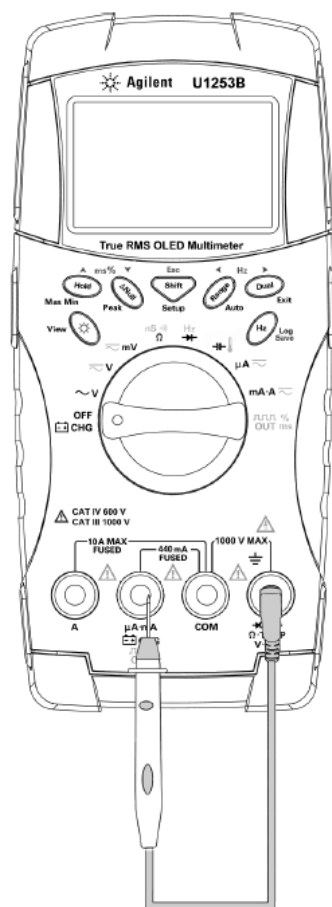

图 5-8 保险丝检查过程
- 3 要测试保险丝 1，请将测试探针尖放在输入端子  的右半部分上。确保探针尖接触到输入端子内的金属，如 图 5-8 中所示。